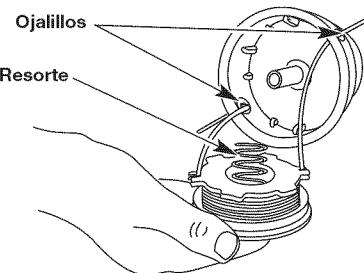

Fig. 20
13. Inserte los extremos partidos de la línea a través de los ojalillos de la bobina exterior y coloque el carrete interior con el resorte dentro de la bobina exterior (Fig. 20). Empuje el carrete interior y la bobina exterior entre sí.
- Inserte los extremos de la línea en los ojalillos de la bobina exterior (Fig. 20).